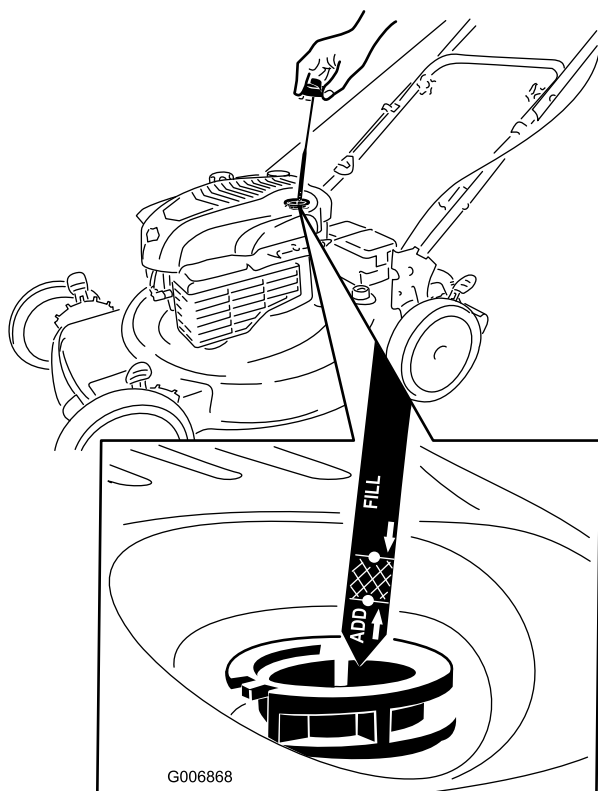

Bild 12
1. Nehmen Sie den Peilstab heraus und wischen Sie ihn ab. Stecken Sie ihn dann ganz ein (Bild 12).
2. Nehmen Sie den Peilstab heraus und prüfen Sie den Ölstand (Bild 12). Wenn der Ölstand unter der **Nachfüll**-Marke ist, gießen Sie **langsam** Öl in den Einfüllstutzen, um den Ölstand auf die **Voll**-Marke am Peilstab anzuheben. **Füllen Sie nicht zu viel**